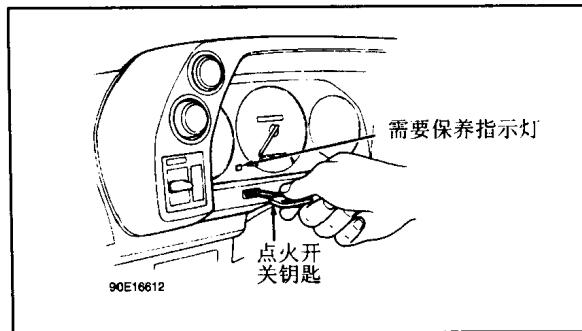

图 1 复位需要保养指示灯
2) 当维护完成后，复位需要保养指示灯。为了复位指示灯，将点火开关断开，将点火钥匙插入转速表右部的槽内（见图 1）。